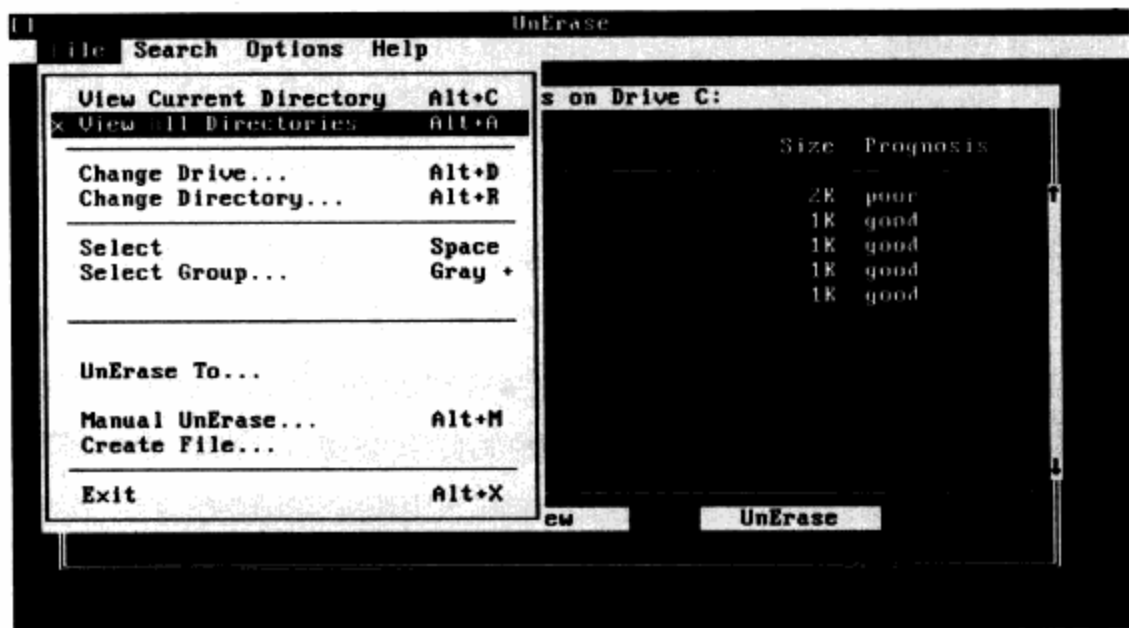

图13-28 查找范围选择
**步骤 02** 单击File菜单，在其子菜单中选择View All Directories选项，查看所有目录中被删除的文件。选择查找范围后，按Enter键。如图13-28所示。